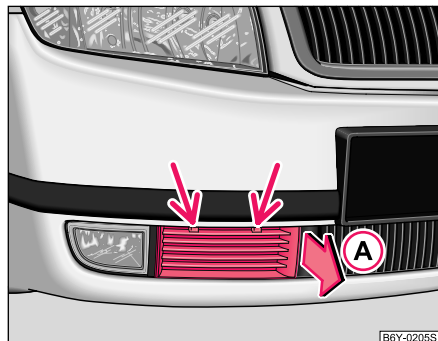

Fig. 148 Pare-chocs avant: Grille de protection
- Insérer le tournevis à travers l'orifice de la grille de protection (à côté de la marque) ⇒ **fig. 148** et pousser vers le bas tout en débloquant le ressort de sécurité de la grille de protection. Attraper en même temps avec une main le bord de la grille de protection (flèche **A**) et la défaire.